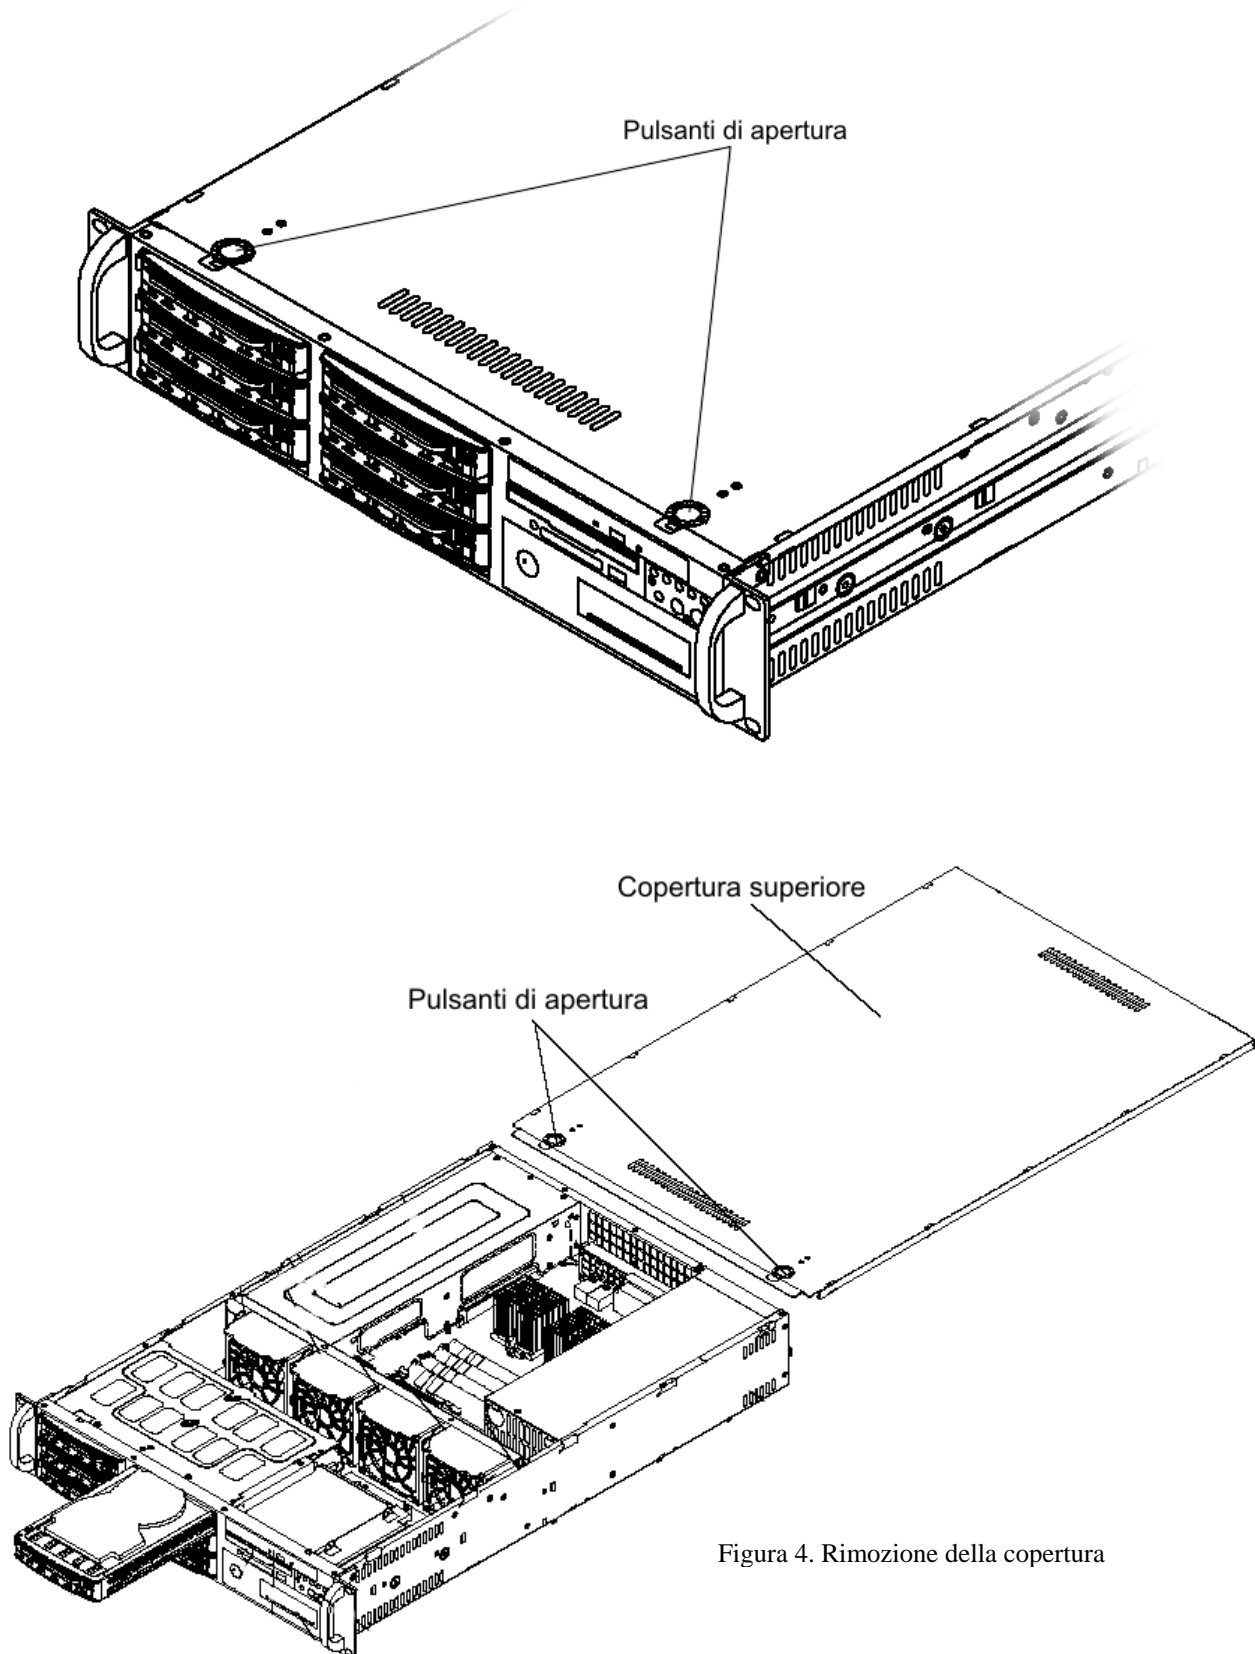

Figura 4. Rimozione della copertura
3. Esercitando una leggera pressione sui pulsanti di apertura sfilare verso il fondo la copertura superiore come evidenziato in figura 4.